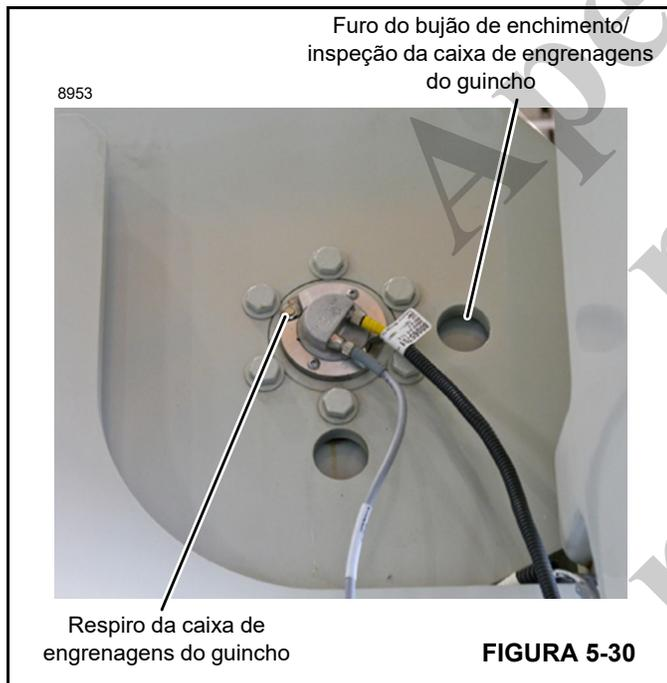

FIGURA 5-30
- a. Gire o tambor do guincho até que o bujão (Figura 5-30) esteja no furo de enchimento/inspeção na estrutura do guincho.